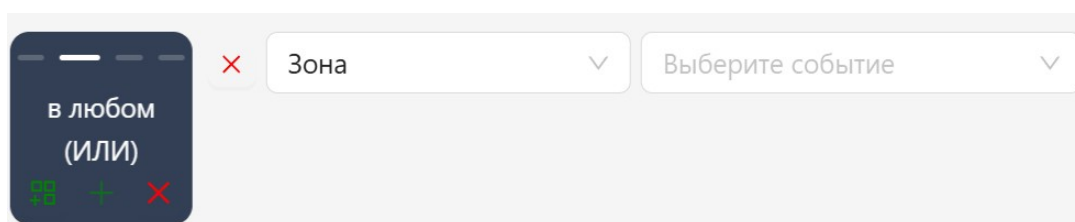

Рисунок 7.118 – Логика включения по умолчанию (корневой блок)
- в) выберите компонент корневого блока логики включения. По умолчанию он имеет значение «**в любом (ИЛИ)**», как показано на рисунке Рисунок 7.118. При клике по нему значение будет изменяться последовательно на: